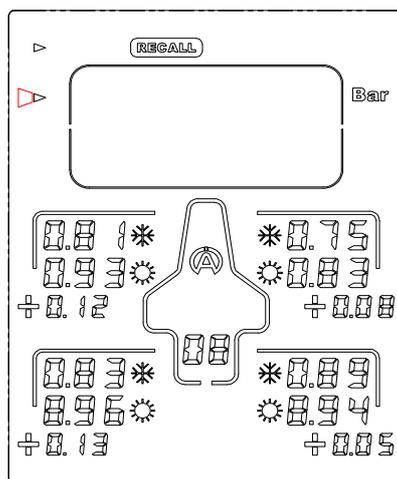

Figura 7
- 2) Con il tasto  o , selezionate il « **QUADRO** » (figura 7)